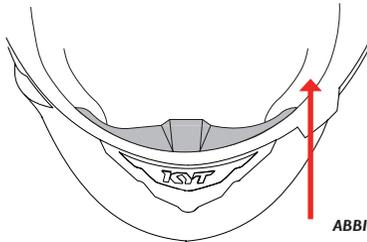

ABBILDUNG 15
**NASENSCHUTZ — Abbildung 15/16****Entfernen** — Abbildung 15